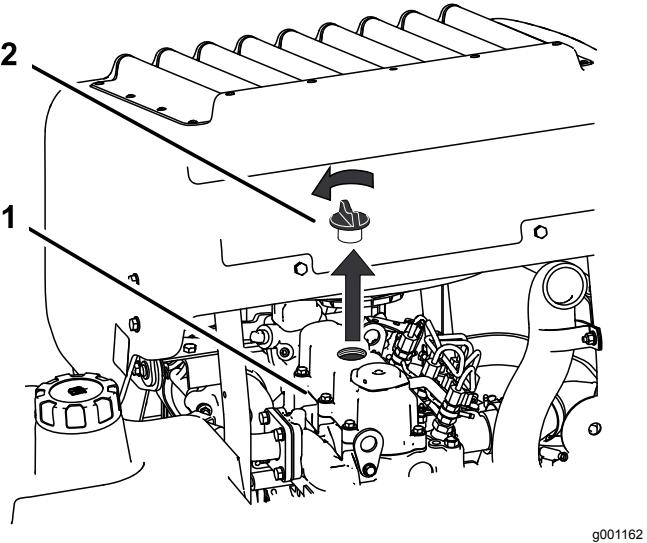

Bild 62
6. Nehmen Sie den Deckel des Einfüllstutzens oben am Motor ab (Bild 62).
2. Entfernen Sie den Ölfüllstutzendeckel und den Peilstab (Bild 62).